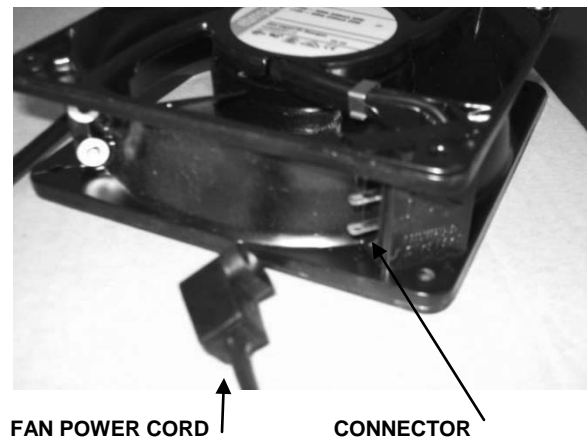

Fig. 17
2. Unplug the fan power cord. (Fig. 17)